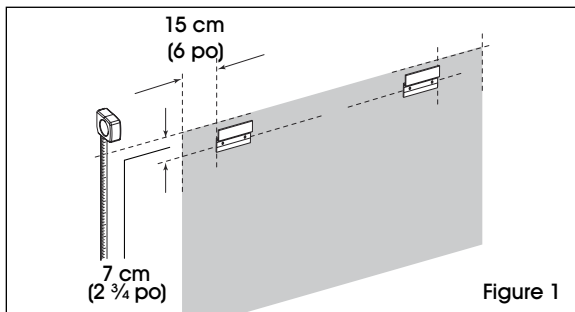

Figure 1
- Déterminez l'emplacement du tableau. Placez les supports de suspension à 15 cm (6 po) de la bordure extérieure du tableau, et les trous des supports à 7 cm (2 3/4 po) du haut du tableau. (Voir Figure 1)